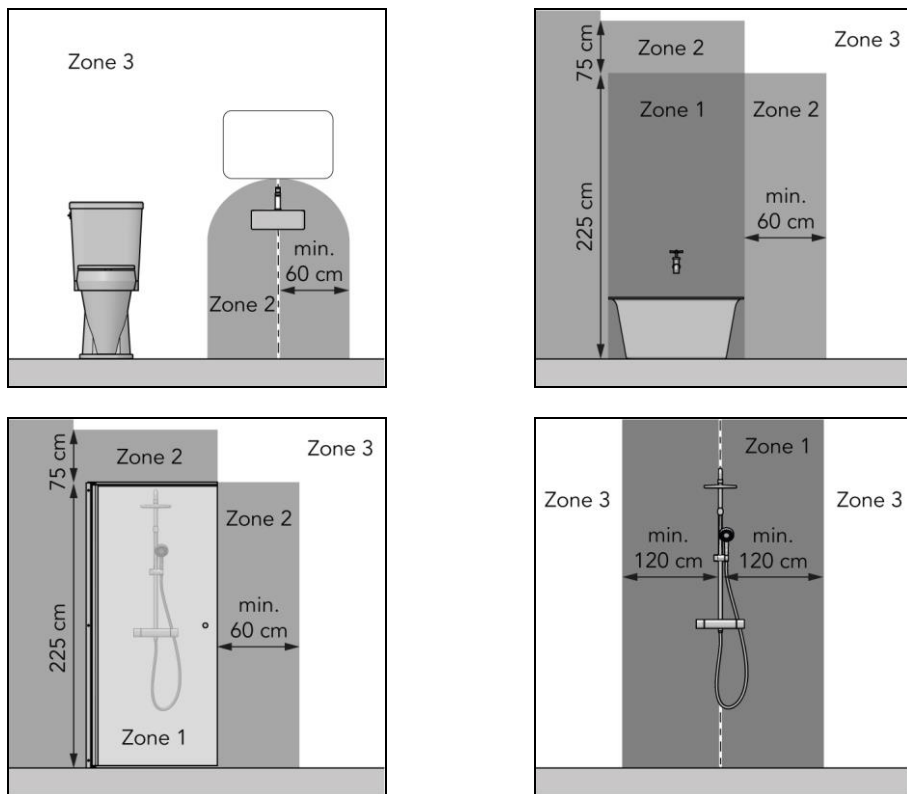

Figura 1
- în zona 3 a unui grup sanitar sau a unei băi cu cadă, a unui duș cu paravan sau fără paravan (figura 1);